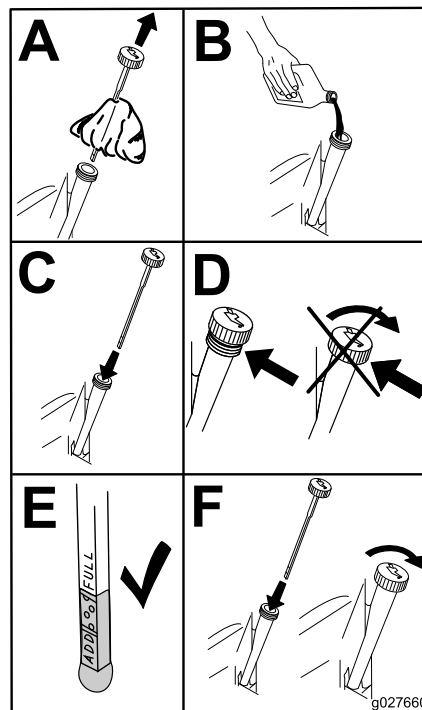

Figura 32
4. Vierta lentamente un 80% aproximadamente del aceite especificado por el tubo de llenado, luego añada lentamente el resto del aceite hasta que llegue a la marca **Full** (Figura 32).